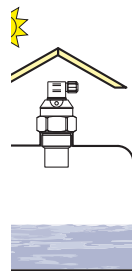

Рис. 8: Кожух для защиты от прямого солнечного освещения
- Если невозможно избежать установки в месте с прямым солнечным освещением, необходимо над измерителем уровня установить **защитный кожух** (рис. 8).